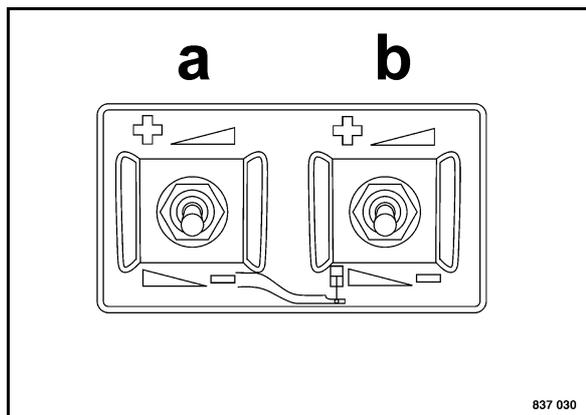

Fig. 114
- Regolare il punto di traino mediante gli interruttori a e b (Fig. 114).